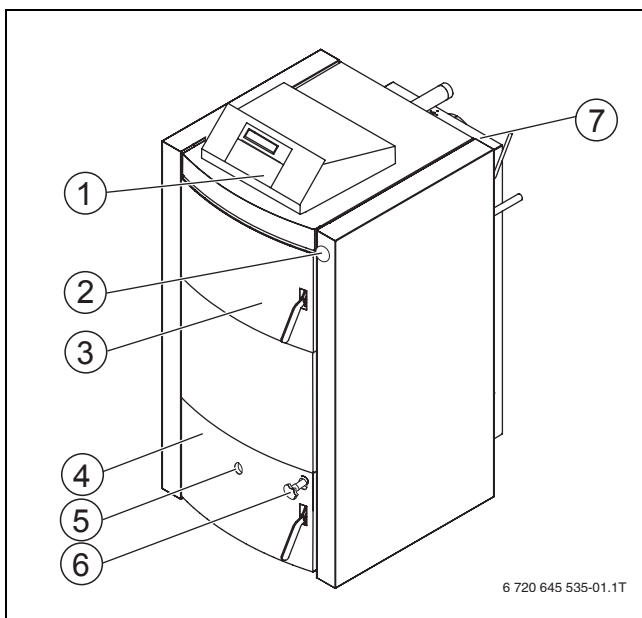

Bild 1 Bedienelemente des Heizkessels
GEFAHR: Verletzungsgefahr durch hohe Temperatur des Abgassammlers (→ Bild 1, [7], Seite 6)!
- Die untere Tür gegen zufälliges Öffnen während des Betriebs mit der Sicherungsschraube (→ Bild 1, [6], Seite 6) sichern.